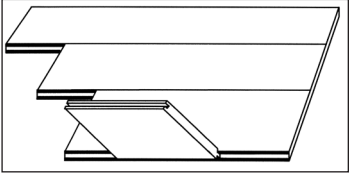

Figure 1
- Appareils de clouage régulier*** : Il est important de sélectionner le bon adaptateur, sans quoi vous pourriez sévèrement écraser les rebords du bois, ce qui aura pour effet de produire des échardes et de fendre le bois. Utiliser un bloc pour réduire la force de frappe sur les rebords et éviter le risque de dommage. ***Vous rapporter à la figure 1.***